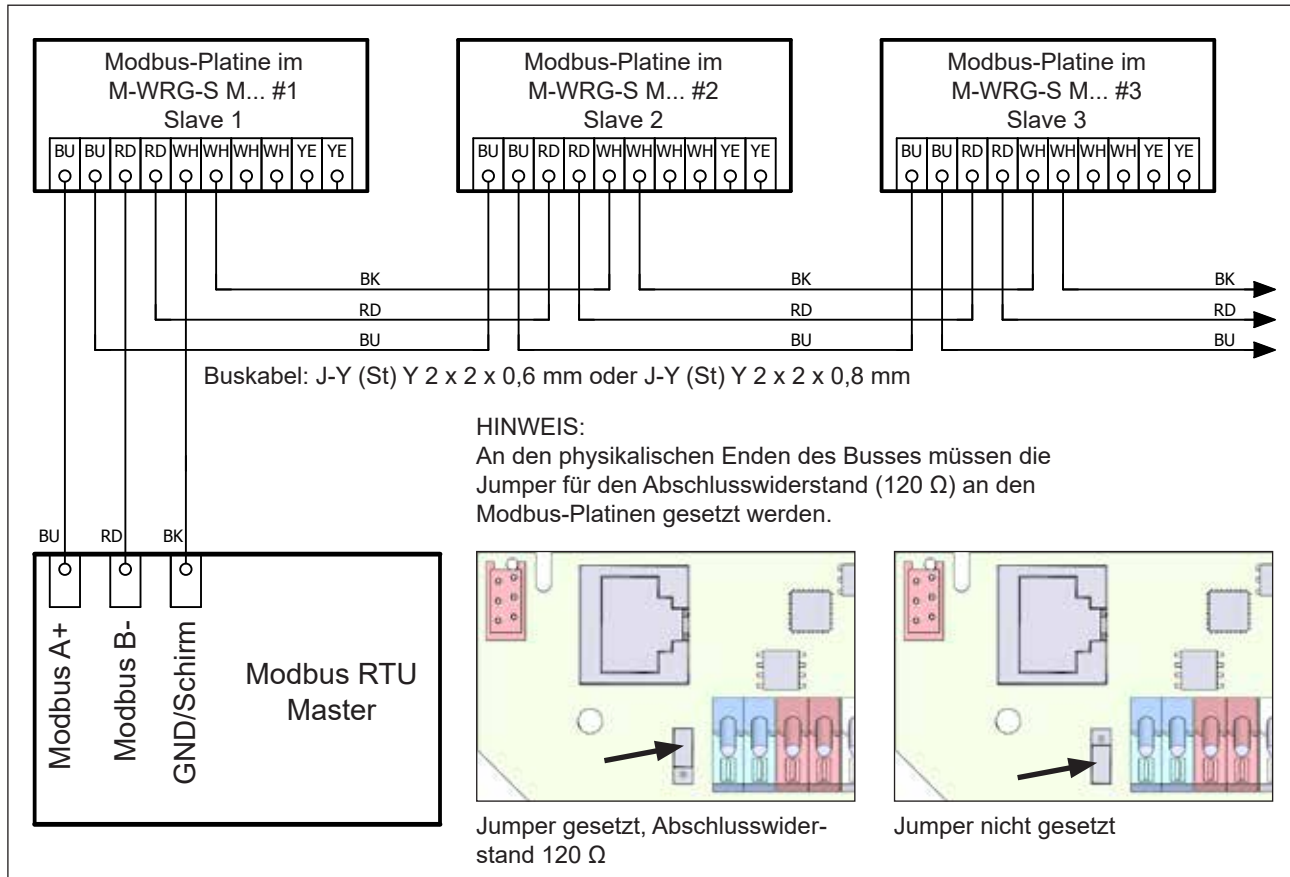

Abb. 5: Anschlussschema Modbus
- ▶ Führen Sie die Verdrahtung, wie in Abb. 5 auf Seite 8 gezeigt, durch.